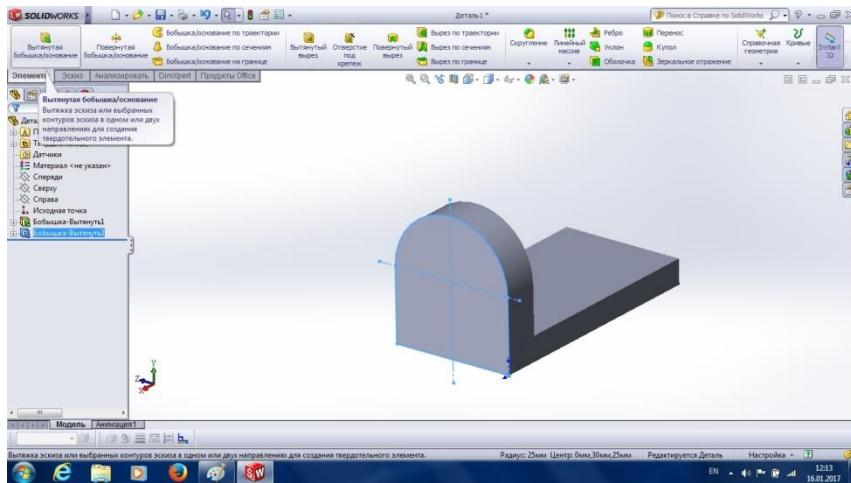

Рис. 3.8
- Командою **Витягнута Бобишка** будуємо другий елемент деталі (рис. 3.8).